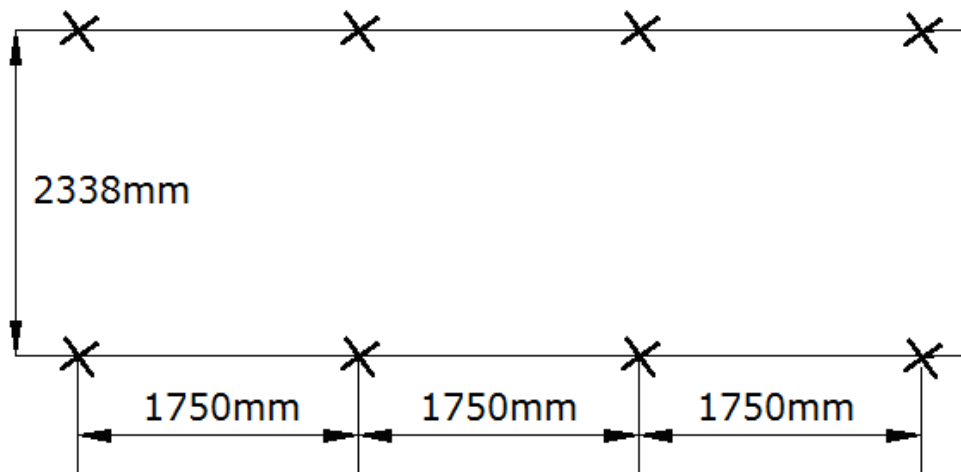

Figura 11 Instalación de los tornillos de tierra.
a). Haga la instalación de los tornillos de tierra como se muestra en la *Figura 11*.